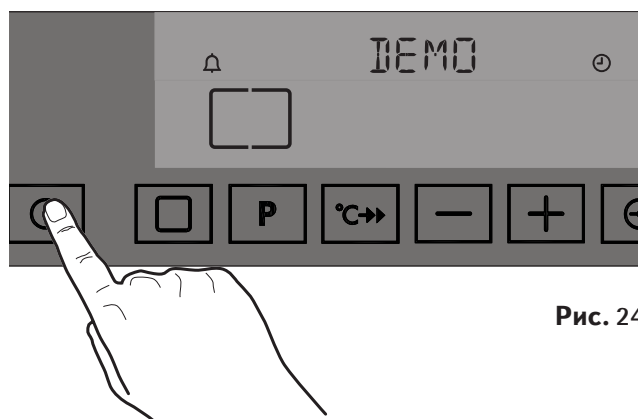

Рис. 24
- Когда Вы коснетесь клавиши , чтобы включить духовку, в верхней части дисплея появится слово “DEMO” (ДЕМО) (Рис. 24). После этого Вы можете выбрать любую функцию приготовления, но нагрев духовки выполняться не будет. На дисплее загорится символ термометра , но он не будет мигать или увеличиваться.